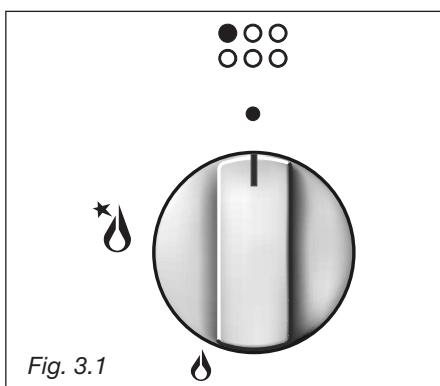
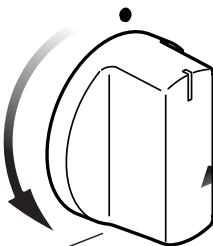

Fig. 3.1
Fig. 3.2
L'arrivée du gaz au brûleur est commandée par une manette (fig. 3.1). En faisant coïncider le repère de la manette avec les symboles marqués sur le tableau de bord) nous aurons:
- Pour allumer le brûleur, appuyer sur la manette et la faire tourner (fig. 3.2) jusqu'à la position de débit maximum (grande flamme 🔥); puis continuer à appuyer sur la manette jusqu'à ce que l'allumage se fasse (fig. 3.1).
- 1 – Pour allumer le brûleur, appuyer sur la manette (fig. 3.2) et la faire tourner jusqu'à la position de débit maximum (grande flamme ); puis continuer à appuyer sur la manette jusqu'à ce que l'allumage se fasse.